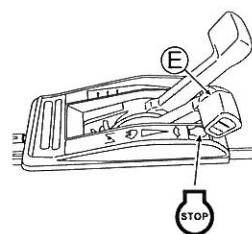

Fig. 5.
- Pour interrompre la tonte à mi-chemin ou pour finir la tonte, remettez le Levier d'embrayage (B) et le Levier de la lame (C) en position initiale, puis placez la Manette des gaz (E) en position "STOP" pour arrêter le moteur. (Voir Fig.5.)